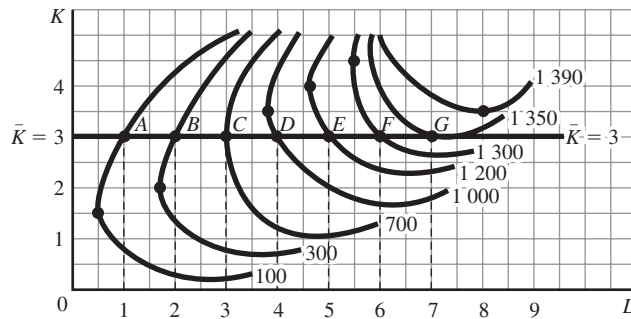

Figura 7-18
- 7.21 A partir del diagrama de isocuantas en la figura 7-18 y suponiendo que el capital es fijo en tres unidades por periodo (se trata de corto plazo), a) obtenga PT_L y a partir de éste, PP_L y PM_L , y b) grafique estas curvas.